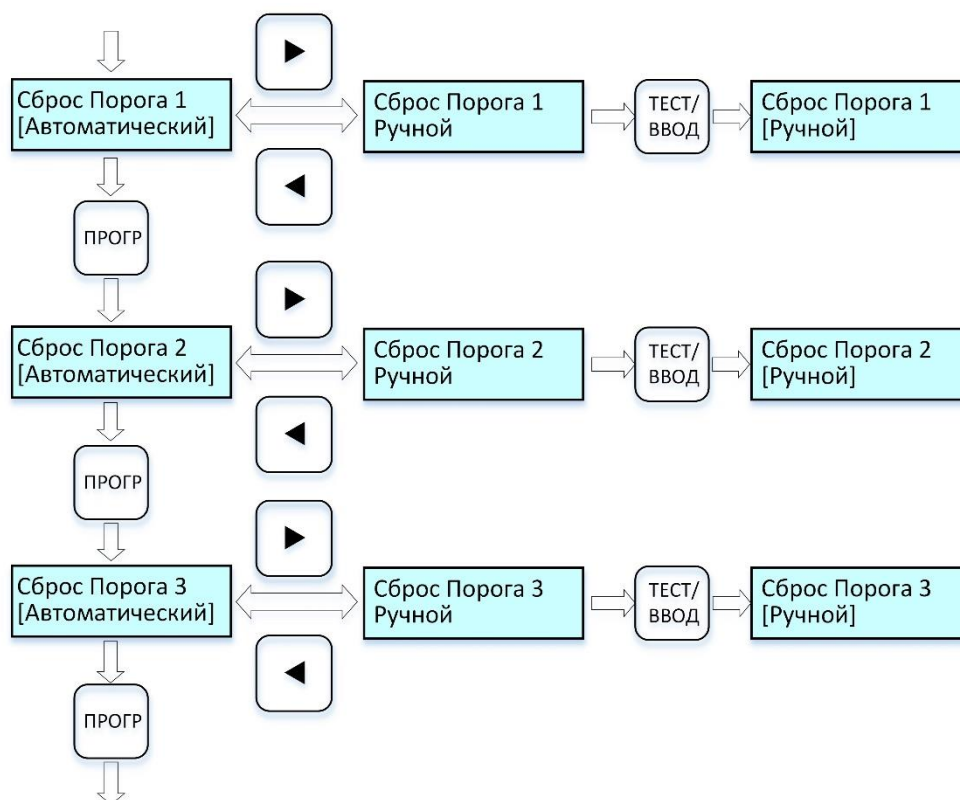

Рисунок 14 – Циклограмма выводимых сообщений на дисплей при настройке режима сброса флагов срабатывания порогов
2.6.5.7 Для *настройки режима сброса флагов срабатывания порогов 1, 2 и 3* выполнить процедуры по циклограмме *рис. 14*.